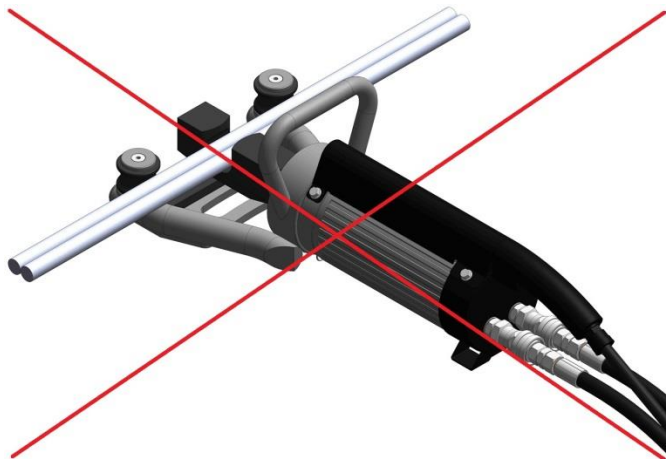

Рисунок 5. Неправильное размещение изгибаемого профиля на станке
- Не допускается выполнение недопустимой гибки на станке. (Рис. 5)